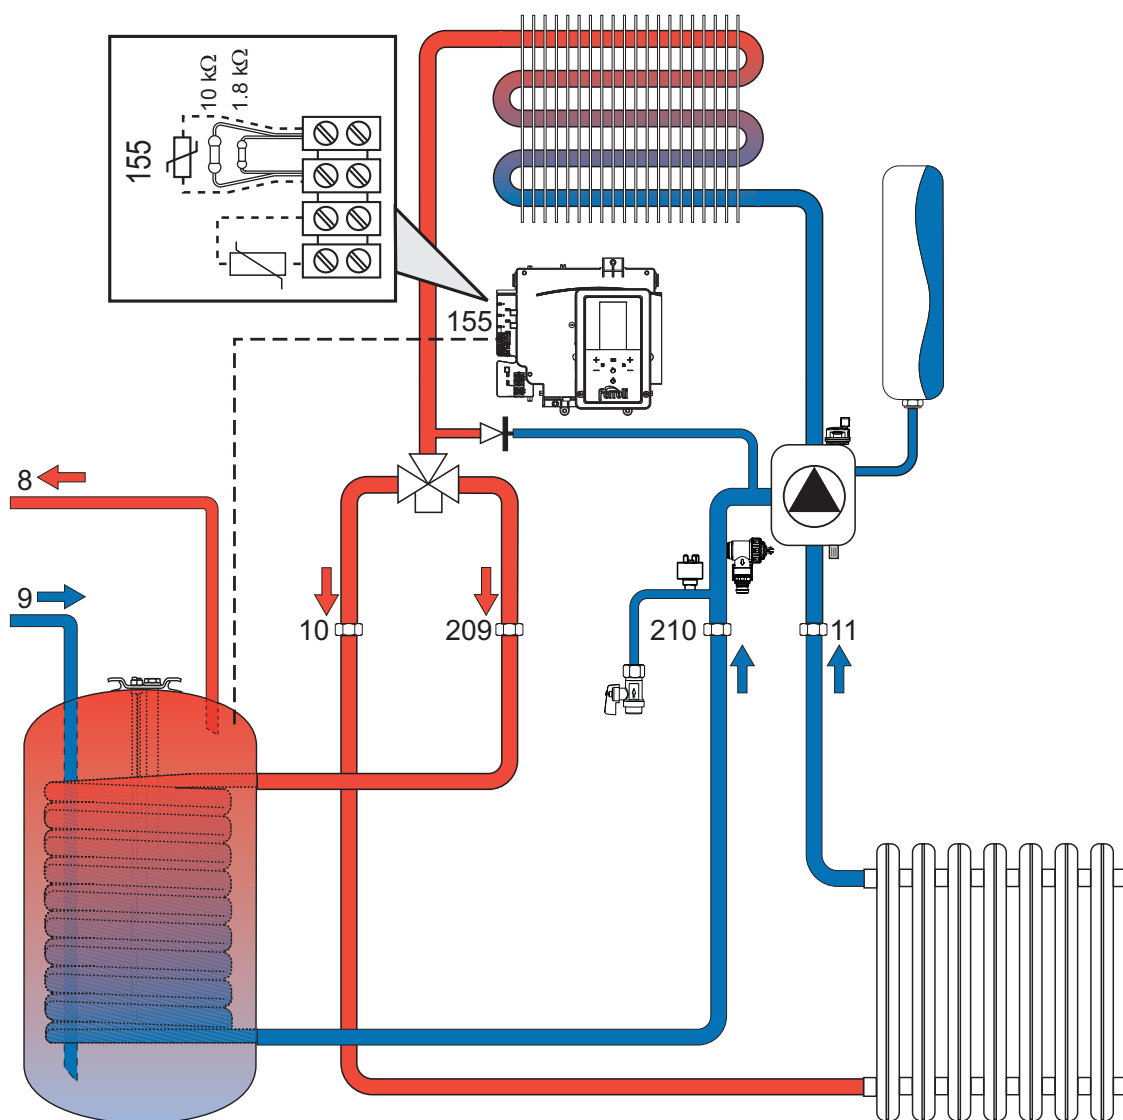

fig. 26- Schéma de raccordement à un ballon extérieur
La carte électronique de l'appareil est prévue pour la gestion d'un ballon externe pour la production d'eau chaude sanitaire. Effectuer les raccordements hydrauliques conformément au schéma fig. 26. Raccorder la sonde ballon (155) en ôtant les deux résistances présentes sur le bornier. Le système de contrôle de la chaudière à l'allumage suivant reconnaît la présence de la sonde du ballon et se configure automatiquement, en activant l'afficheur et le contrôle relatifs à la fonction sanitaire.